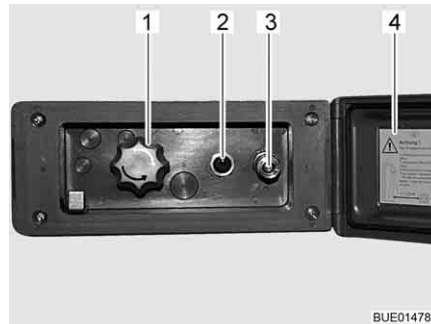

Bild 138 Duschanslutning utsida
- Lås upp och öppna locket (Bild 138,4).
- Anslut ytterduschens slang med snabbkopplingen (Bild 138,3).
- Koppla in vattenpumpen med brytaren (Bild 138,2).
- Ställ in vattentemperaturen enligt önskemål med vredet (Bild 138,1).
- Koppla ur vattenpumpen med brytaren (Bild 138,2).
- Stäng locket (Bild 138,4) och lås det med nyckeln.
- Ställ vredet (Bild 138,1) på mittläget.